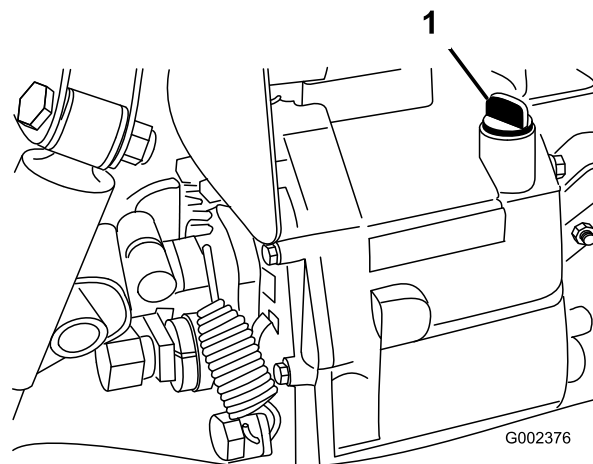

図 18
2. ディップスティック取り付け部の周辺をきれいにぬぐう 図 18。